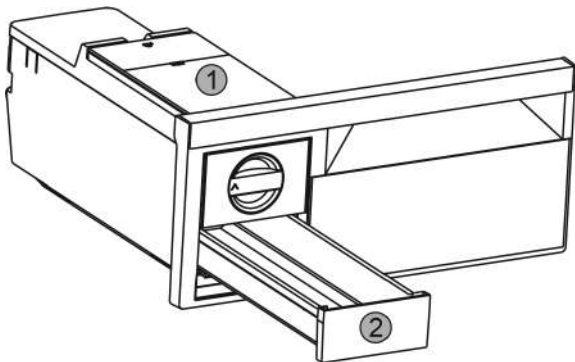

Fig. 29
- ▶ Зняти бак для води Fig. 29 (1) та висувний ящик для виробництва кубиків льоду Fig. 29 (2).